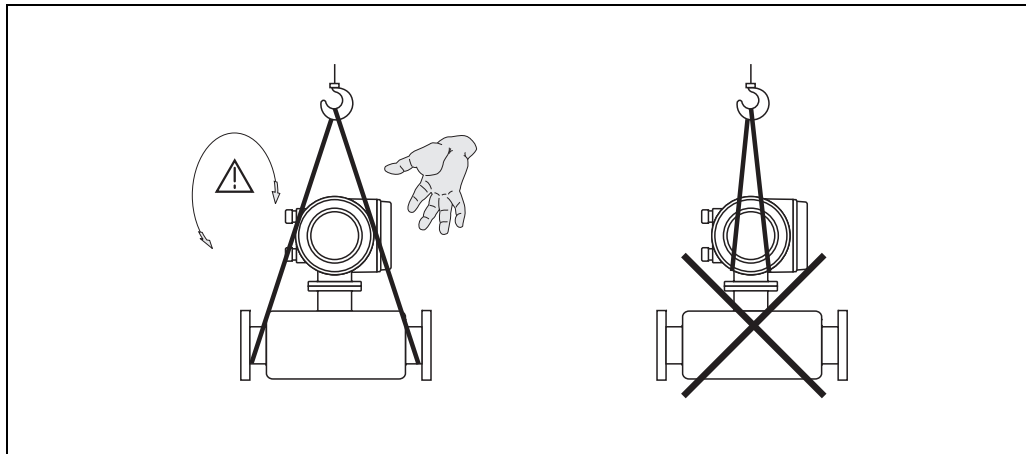

図 5： 呼び口径 40...250A のセンサ運搬方法
- 呼び口径 40 A の機器は、変換器あるいは、分離型センサの場合、端子部ハウジングの部分を持ち上げないでください（→図 5）。吊り帯びを 2 個所のプロセス接続部分に掛けて吊るようになしてください。ハウジングに損傷を与える可能性のあるチェーンは使用しないでください。